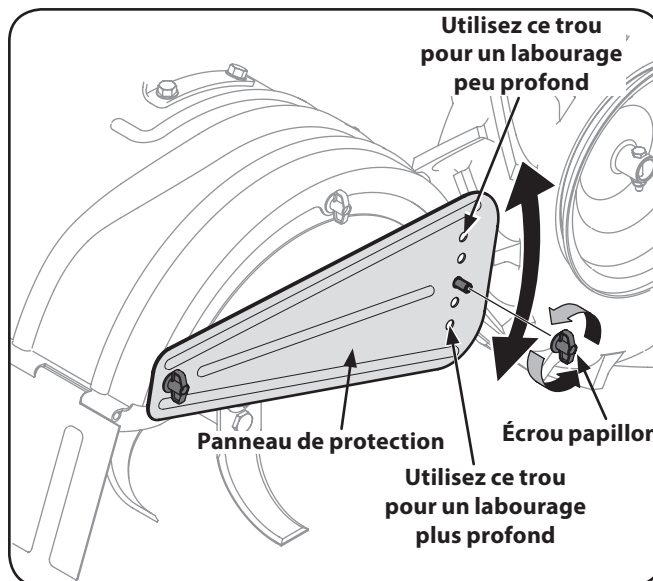

Figure 5-2
2. Pour labourer une section d'herbe ou pour effectuer un labourage peu profond, utilisez le réglage de profondeur de 1" (le deuxième trou à partir du haut). Abaissez les panneaux de protection à la position la plus basse. Voir Figure 5-2.
7. Retirez les écrous papillon pour ajuster les panneaux de protection. Placez les panneaux à la position désirée et remplacez les écrous papillon. Serrez bien les écrou papillon. Voir Figure 5-2.